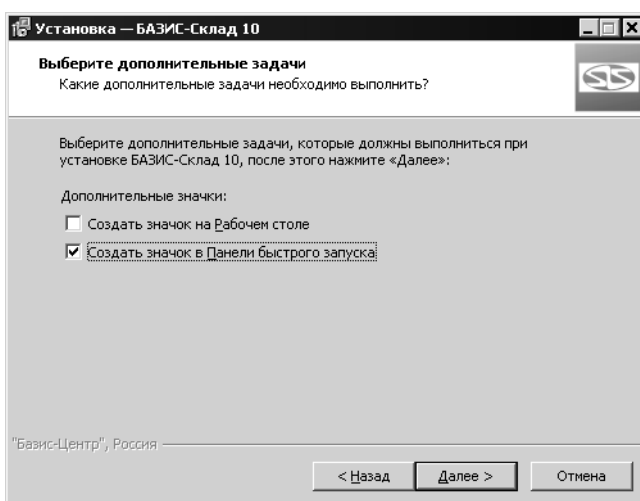

Рис. 1.5.
8. Включите создание необходимых ярлыков для запуска модуля (рис. 1.5).